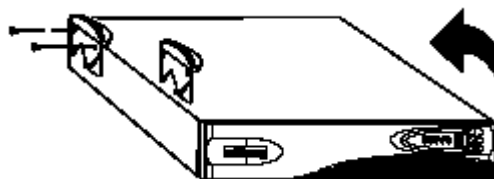

Рисунок 7. Установка ножек ИБП в случае установки двух устройств вместе
5. Положите ИБП горизонтально таким образом, чтобы оставался доступ к левой части устройства (см. рис.7).